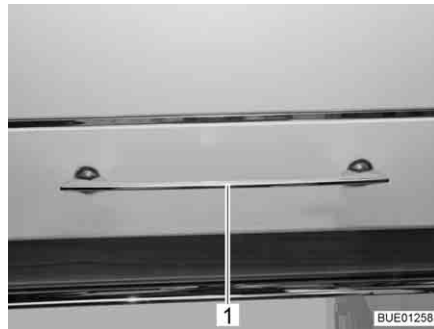
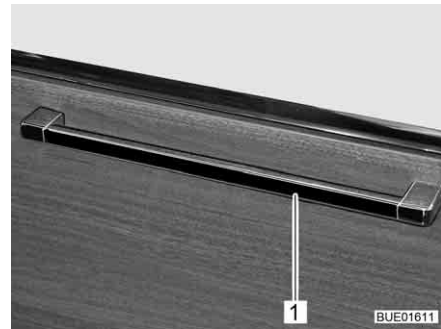

Fig. 73 Trampilla de mueble con tirador de desbloqueo
Fig. 74 Trampilla de mueble con tirador de desbloqueo (alternativa)
- Según la posición de instalación, presionar el tirador de desbloqueo (Fig. 73,1 ó bien Fig. 74,1) hacia arriba, hacia el lado o hacia abajo y mantenerlo presionado.